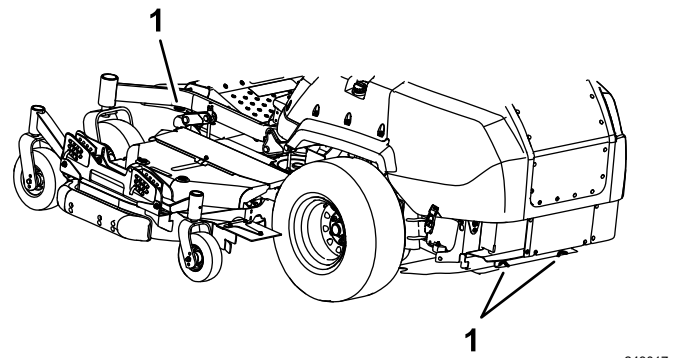

Figure 36
6. Arrimez la machine près des roues pivotantes avant et du cadre arrière à l'aide de sangles, chaînes, câbles ou cordes (Figure 36). Reportez-vous à la réglementation locale concernant les exigences en matière d'arrimage.